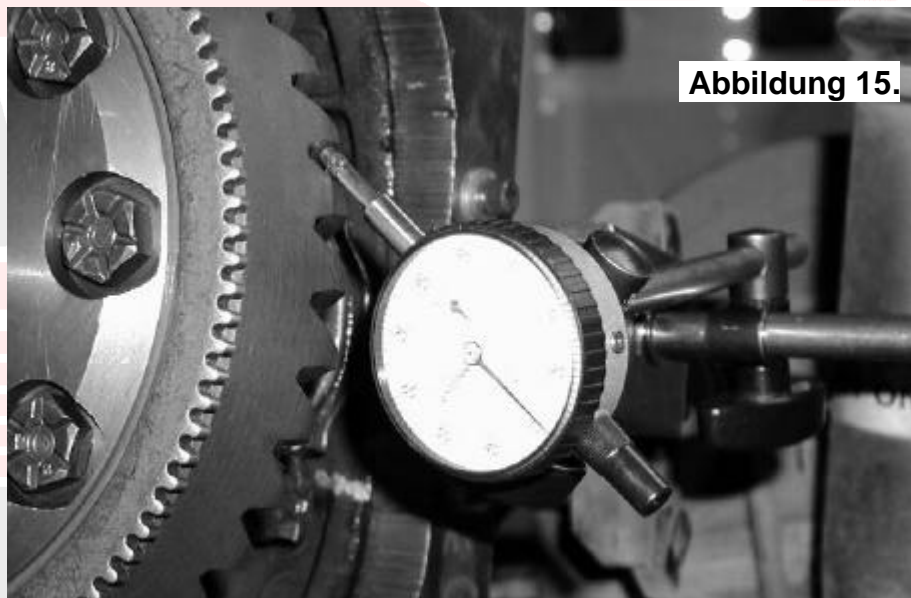

Abbildung 15.
- Platzieren Sie den Fühler der Messuhr an einem der Tellerradzähne (siehe Abb. 15.).